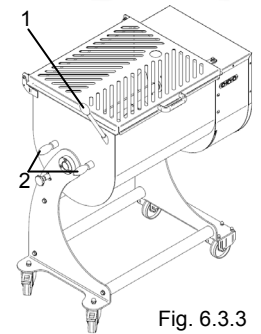
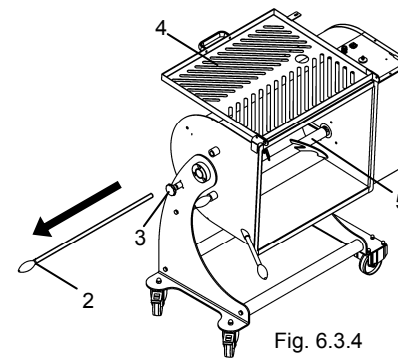

Fig. 6.3.3
Fig. 6.3.4
- Tenir la cuve en position horizontale en agrippant la poignée de renversement "1" Fig. 6.3.3.
- Décrocher et extraire les pivots qui bloquent les bras mélangeurs "2" Fig. 6.3.3. et "2" Fig. 6.3.4
- Dévisser le pommeau de blocage de la cuve dans le sens contraire des aiguilles d'une montre "3" Fig. 6.3.4
- Après l'avoir débloquée, on peut renverser la cuve en tirant sur la tige de renversement "1" Fig. 6.3.3.
- Ouvrir la grille "4" Fig. 6.3.4 et procéder au démontage des bras mélangeurs
- Agripper un bras mélangeur à la fois "5" Fig. 6.3.4 et le tirer vers l'extérieur, en le sortant de son logement.